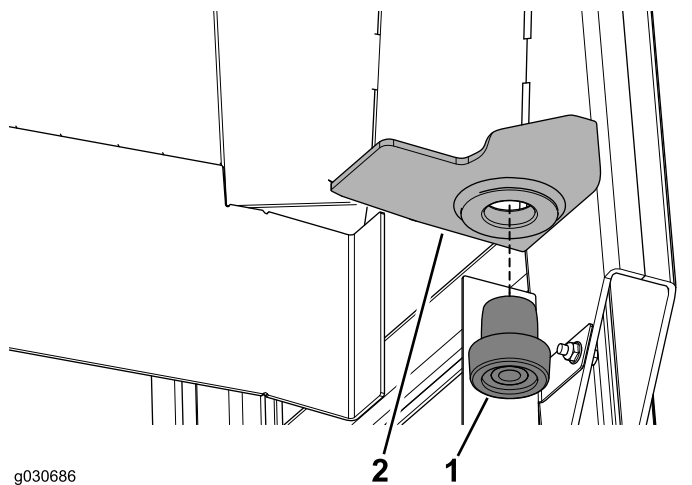

Figura 12
2. Introduzca un soporte antivibratorio en el orificio del soporte trasero derecho del bastidor de la cabina (Figura 12).